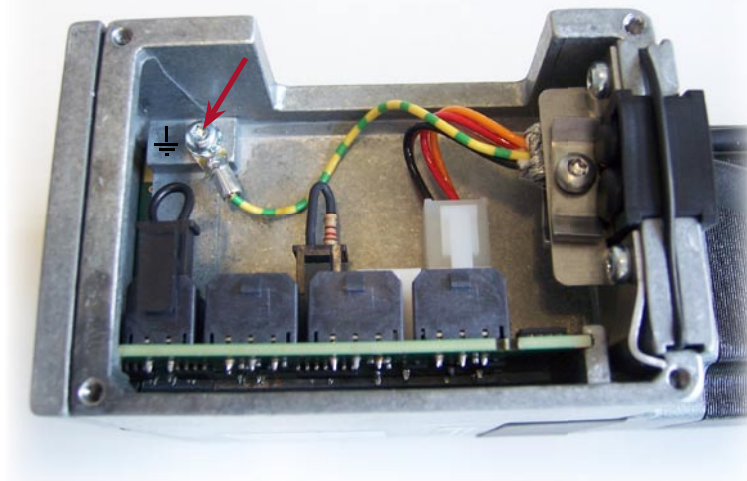

Bild 5.2: Erdungslasche im Kabelanschlussbereich des ECOMPACT®
Der Motorflansch muss auf einer planen Oberfläche sowohl thermisch als auch elektrisch gut leitend montiert werden. Lackierte Flächen sind zu vermeiden. Die Befestigung des Motors ist mittels 4 Schrauben M5 vorgesehen. Achten Sie aus Gründen der elektromagnetischen Verträglichkeit (EMV) auf eine ausreichende Erdung des ECOMPACT®. Diese wird durch das Auflegen des Schutzleiters (PE) der Versorgungsspannungszuführung auf die Erdungslasche im Kabelanschlussbereich (siehe Bild 5.2) sowie die elektrisch gut leitende Befestigung des Motorflansches sichergestellt.
12. Klemmen Sie den Schutzleiter (PE) des Stromversorgungskabels gemäß Kap. 5.1.3, Bild 5.2, auf der Gehäuseinnenseite im Steckeranschlussbereich an.